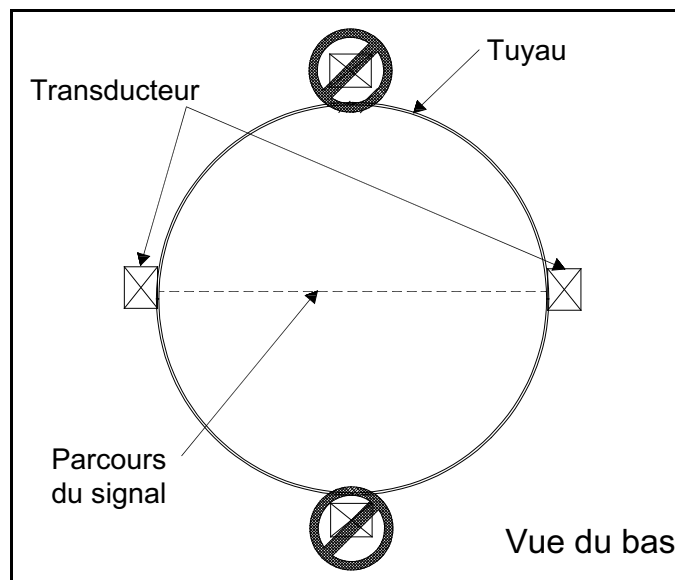

Figure 3: Emplacement des transducteurs
3. Placez les transducteurs le plus près possible du plan horizontal. Placez les transducteurs sur les côtés opposés du tuyau à 180°, idéalement sur les positions 3 heures et 9 heures (voir la Figure 3 ci-dessous).